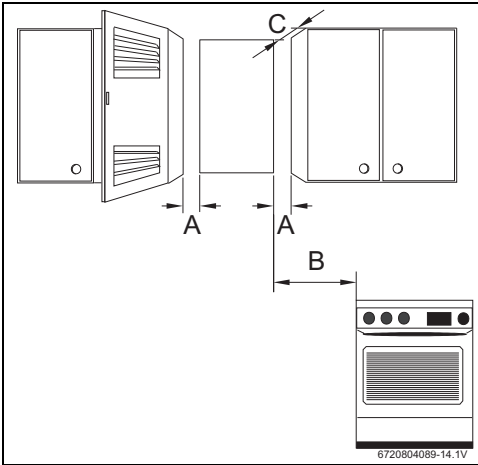

Fig. 18 Distancias mínimas
- ▶ Respetar las medidas mínimas de instalación indicadas en la Fig. 18.
- ▶ Garantizar un buen acceso para realizar los trabajos de mantenimiento respetando siempre las distancias mínimas indicadas en la Fig. 18.